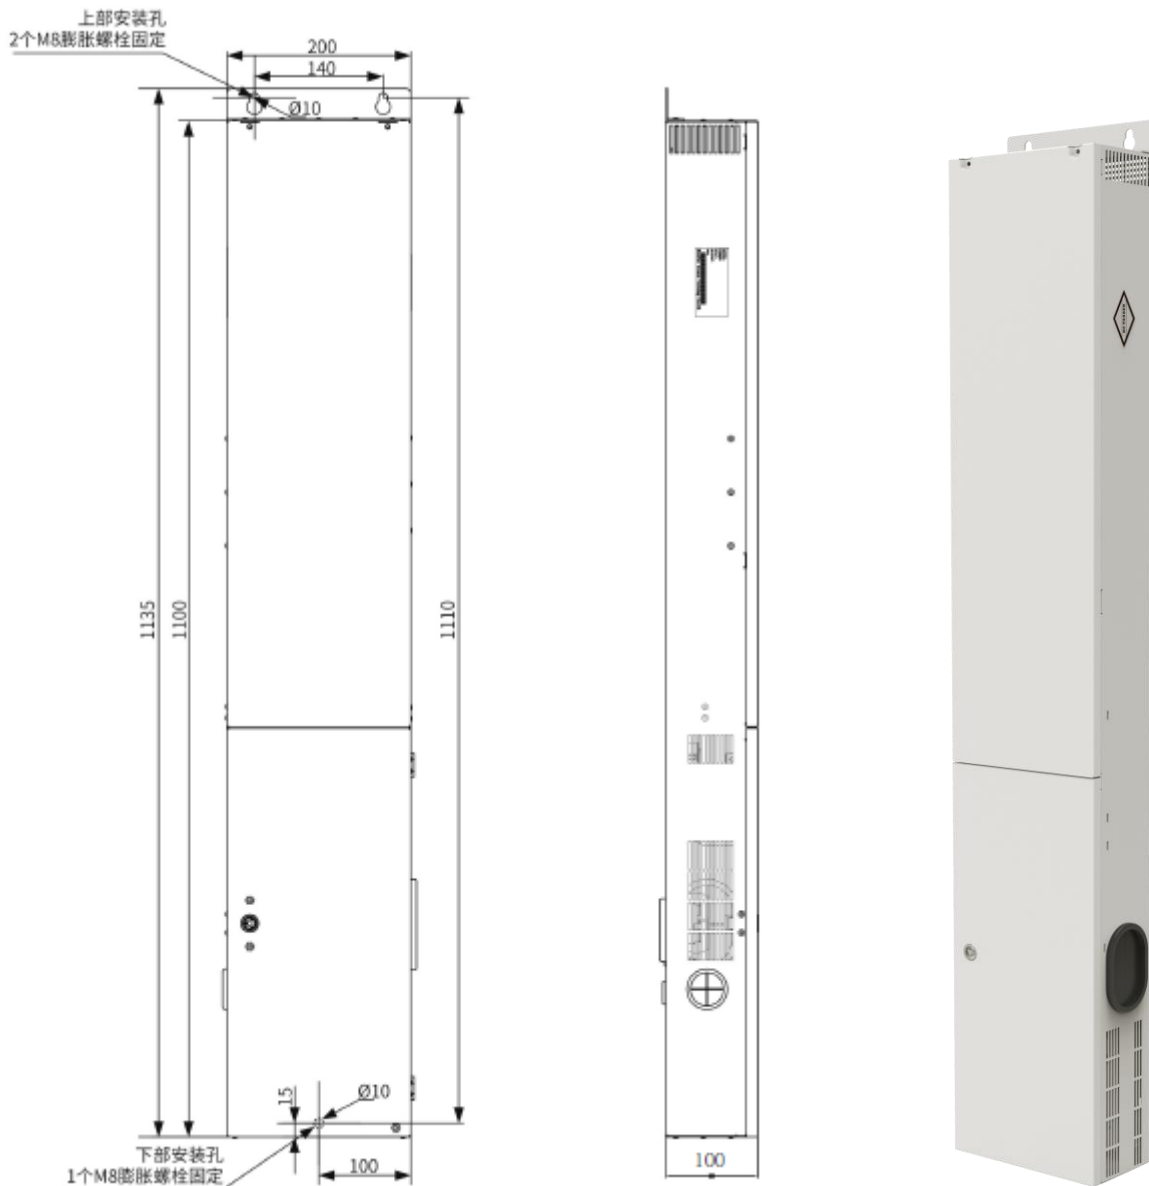

图 17-1 控制柜外形及尺寸图
17.9 钢带别墅梯采用一体式控制柜, 体积小, 安装于顶楼层门侧边位置, 可选择外挂或内嵌于墙体进行安装, 具体尺寸位置根据现场布置。控制柜外形及尺寸详见图 17-1, 土建布置图详见图